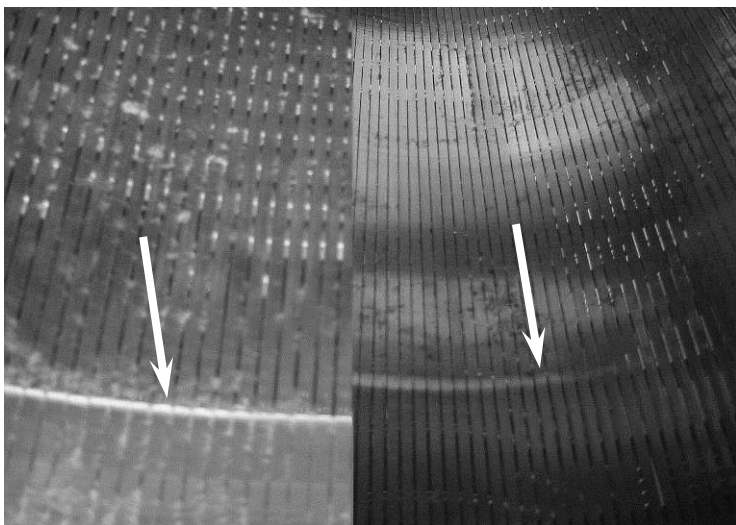

Рис. 13-8 Износ сита в результате его зажима (слева), Обычный износ сита (справа)
Износ сита встречается главным образом в той зоне, где заканчиваются лопасти шнека в сите, т.е. в месте перехода из зоны обезвоживания в зону прессования. Если в этой зоне обнаруживается переход с острыми краями (рис. 13-8 слева), значит, при предыдущем осмотре сито было установлено неправильно. Из-за недостаточной «плавучести» сито повреждено
**Никогда не поручайте другому производителю восстановление шнека, так как при неправильном исполнении и не соблюдении требуемых допусков сито может разрушиться, и все гарантийные требования теряют свою силу (см. рис.13-8 Износ сита)**